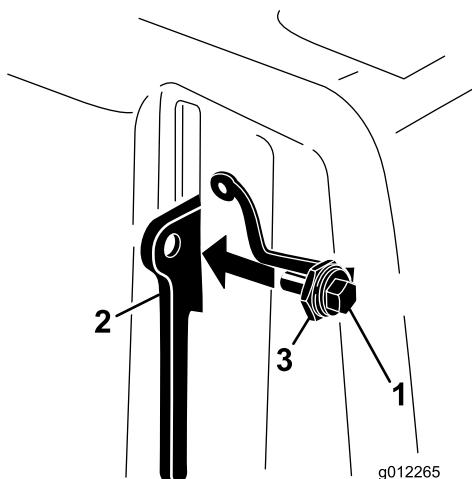

図 11
3. ベルト・カバーのラッチのレバーにボルトを通す(図 11)。